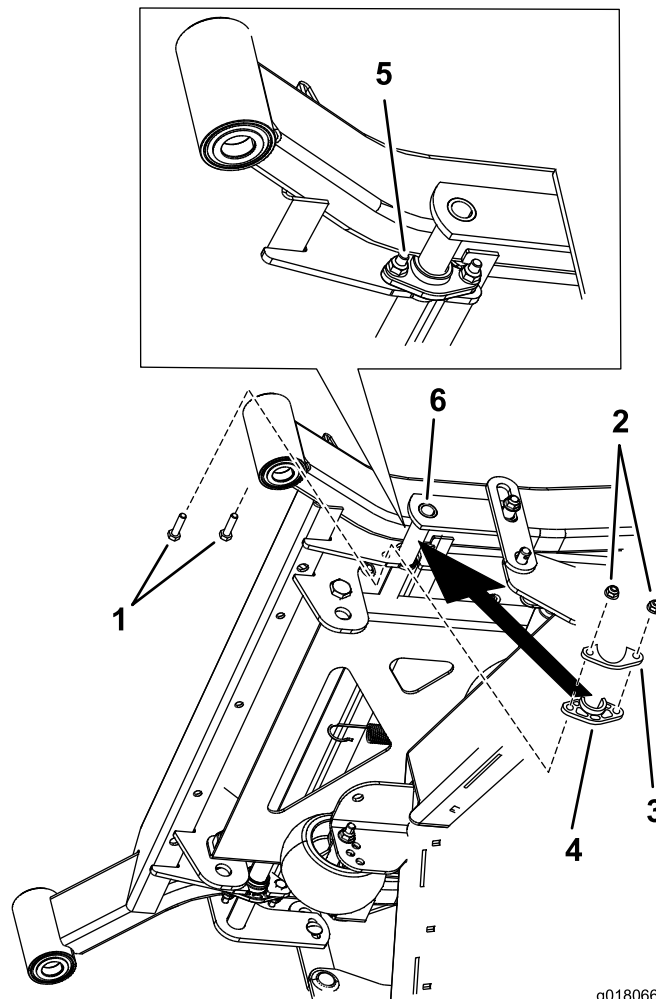

Figur 2
- Fjern de to møtrikker og bolte fra hver af de eksisterende flangebøsninger (Figur 2).